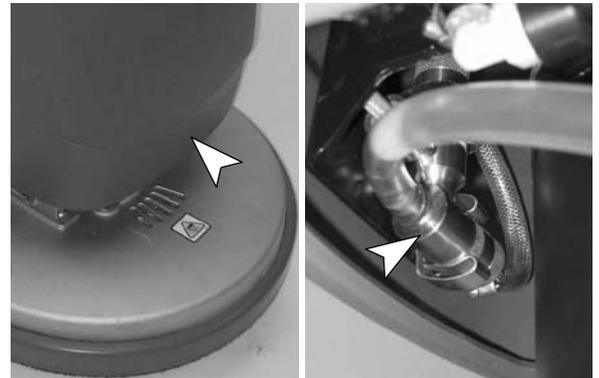

ABB. 54
1. Senken Sie den Schrubbkopf und lösen Sie die Reinigungsmittel-Einspritzeinheit von den zwei Klemmen (Abb. 54).